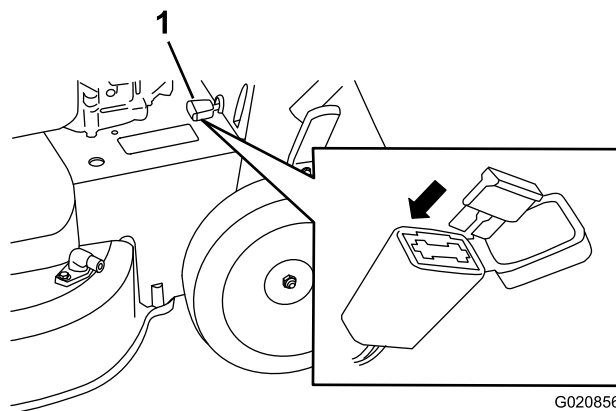

Figura 36
1. Aprite il portafusibili sigillato e sostituite il fusibile (**Figura 36**).